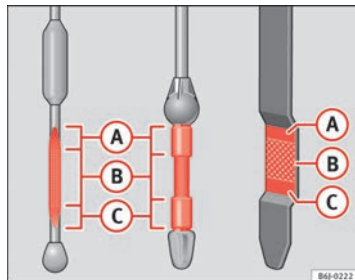

Fig. 124 Jauge d'huile moteur
- Puis retirez-la à nouveau et vérifiez le niveau d'huile ⇒ fig. 124. Faites l'appoint d'huile moteur si nécessaire. ►